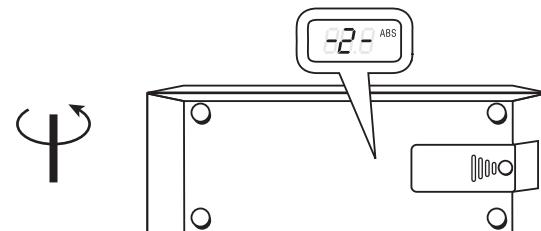

Рис. 4
Разверните прибор на 180° в горизонтальной плоскости, так чтобы ЖК дисплей находился с противоположной от Вас стороны, надписи на корпусе должны быть в правильном для прочтения положении (не перевернуты). Расположите прибор вдоль той же линии или угла. Нажмите кнопку «Ноль» на экране начнет мигать надпись «-2» (рис. 4). Спустя 6 секунд появится результат измерения угла. Калибровка закончена.
4. Закройте крышку батарейного отсека и закрутите ее винтом (рисунок 4).